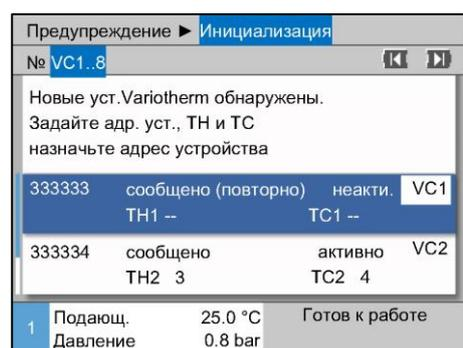

Рис. 23: Назначение ID модуля
2. Нажать кнопку и задать адрес VC-модуля (→ Рис. 23 например VC1)